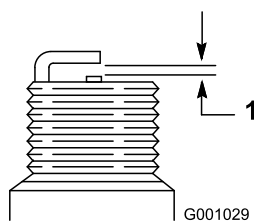

Figure 48
7. Réglez l'écartement des électrodes à 0,76 mm (0,030") (Figure 48).